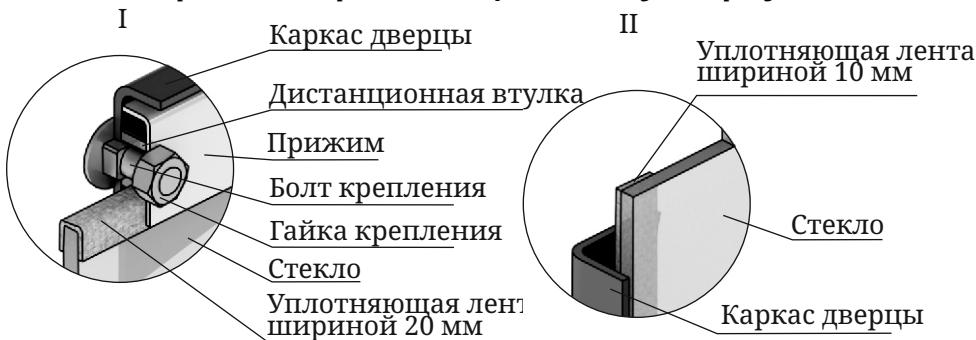

Рисунок 11. Крепление светорозрачного экрана дверцы модификации «Витра»
1. Открутите две гайки, фиксирующие прижим (рисунок 11.I), и демонтируйте его и дистанционные втулки.
лента шириной 20 мм наклеивается сверху и снизу стекла «П»-образно (рисунок 11.I), лента шириной 10 мм наклеивается вертикально, вдоль боковых сторон стекла (рисунок 11.II).
4. Вставить стекло в упор, при этом лента наклеенная с боковых сторон (вертикальная) должна быть зажата между стеклом и каркасом дверцы (рисунок 11.II).
*Внимание! Гайки крепящие прижим накручиваются на болты крепления через дистанционные втулки (рисунок 11.I).*